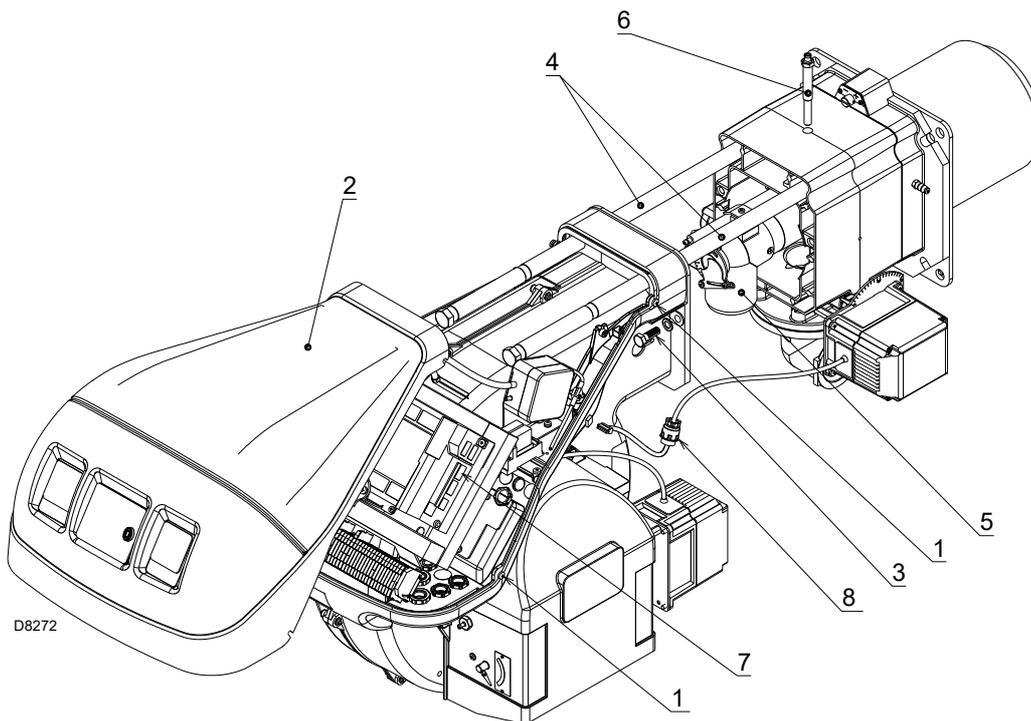

Fig. 39
- Aflojar los 4 tornillos 1)(Fig. 39) y sacar la tapa 2).